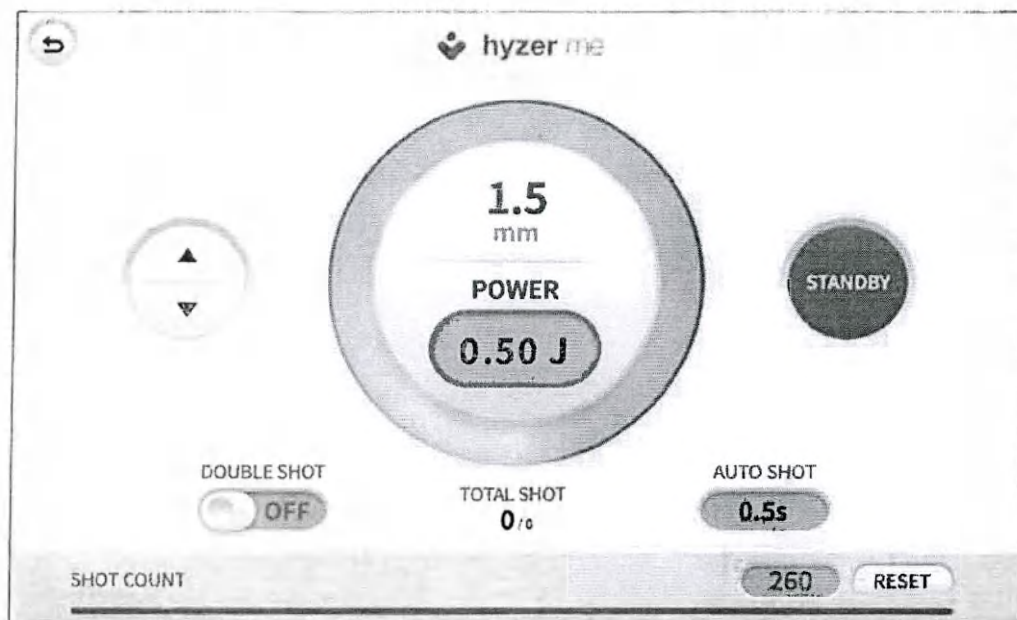
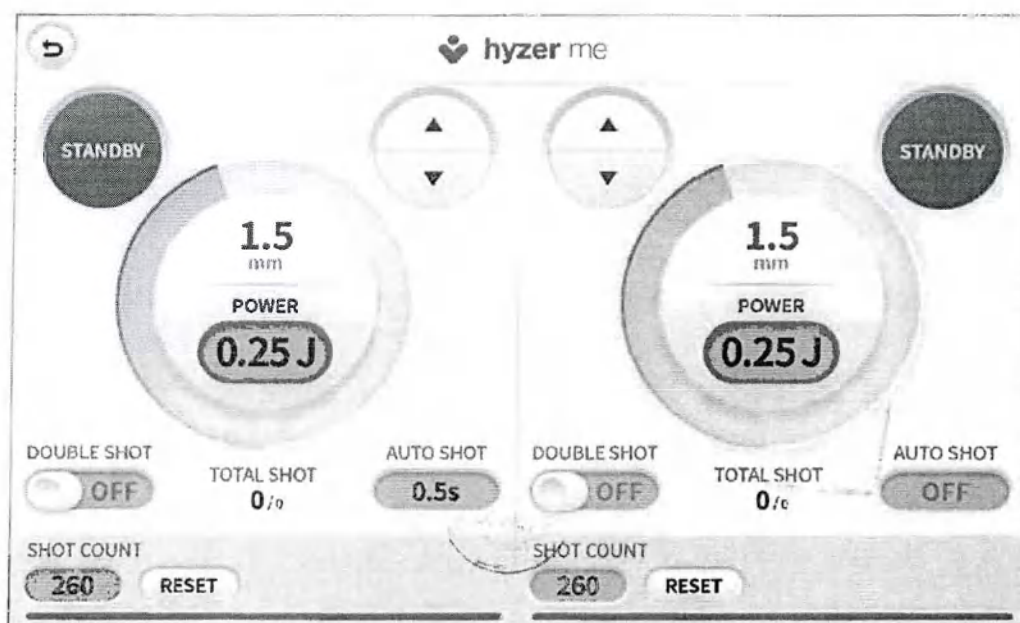

Рисунок 28 – Операционный экран системы Hyzer Me. Одиночный режим
Рисунок 29 – Операционный экран системы Hyzer Me. Двойной режим
- Нажмите кнопку «hyzer me» для активации режима работы и перехода на операционный экран системы Hyzer Me (рисунок 28. 29).
Если подсоединена только одна насадка ультразвуковая, автоматически появляется экран одиночного режима (рисунок 28). Если подсоединены две насадки ультразвуковые, автоматически появляется экран двойного режим (рисунок 29).
- Одиночный режим (рисунок 28):
- Выходной мощности («POWER»). Нажатие кнопки «вверх» обеспечивает увеличение выходной мощности от 1 до 9 уровня в Дж (J). Кнопка «вниз» обеспечивает уменьшение выходной мощности от 9 до 1 уровня в Дж (J).
- Двойной режим (рисунок 29):
- Выходной мощности («POWER») для каждой насадки ультразвуковой. Нажатие кнопки «вверх» обеспечивает увеличение выходной мощности от 1 до 9 уровня в Дж (J). Кнопка «вниз» обеспечивает уменьшение выходной мощности от 9 до 1 уровня в Дж (J).